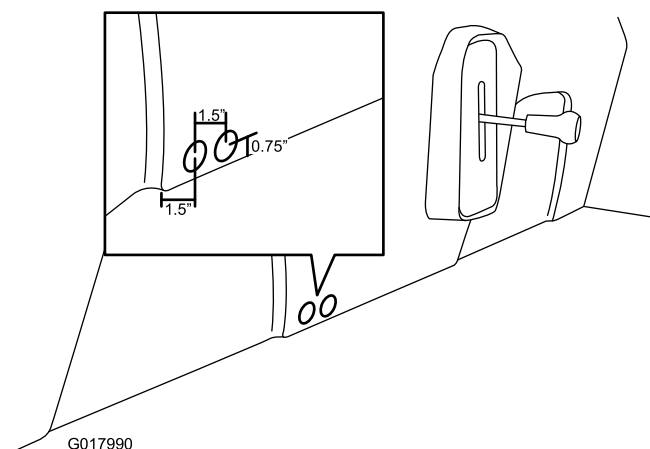

Figura 19
1. Segnate e praticate 2 fori sulla base del sedile con una sega a tazza da 2,5 cm (Figura 19). Non dimenticate di perforare entrambi gli strati di plastica.